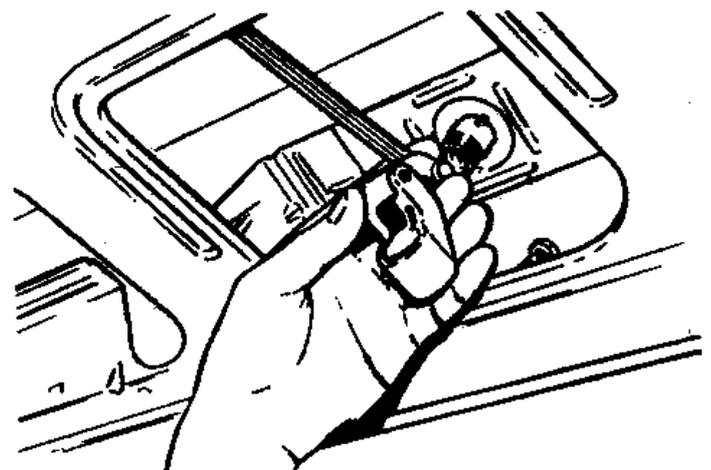

Рис. 12.15. Отсоедините тягу от механизма замка задней двери (Разд. 19)
2. Отверните большую шестигранную гайку, крепящую тягу замка к ручке, и снимите тягу (Рис. 12.15).